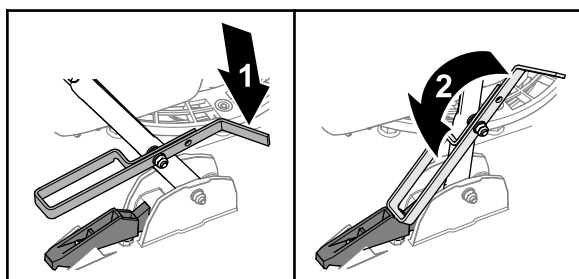

Figura 25
- Pentru a elibera bara de ghidare, ridicai-o și rotești opritorul acionat cu piciorul în față (Figura 25).